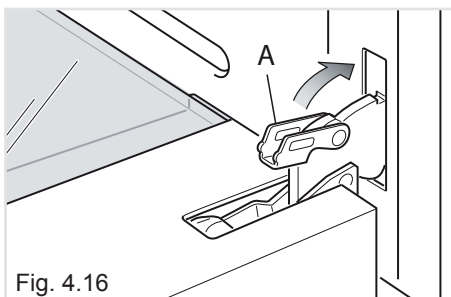

Fig. 4.16
- Aprire completamente la porta del forno e richiudere la leva “A” delle cerniere destra e sinistra (fig. 4.16).